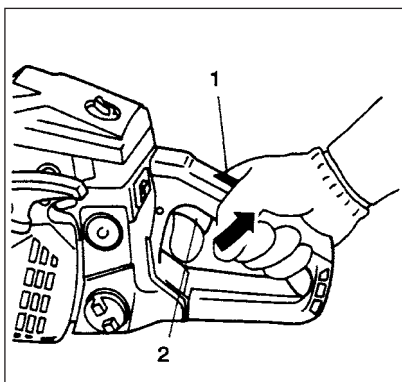

Рис. 2-4B
4. Если Вы услышите, что двигатель начинает заводиться, при нажатом предохранительном устройстве (2) потяните дроссельное пусковое устройство (4). Это вызовет деблокировку дросселя из пускового в рабочее положения и автоматически возвратит ручку заслонки в рабочее положение. (Рис. 2-4B)